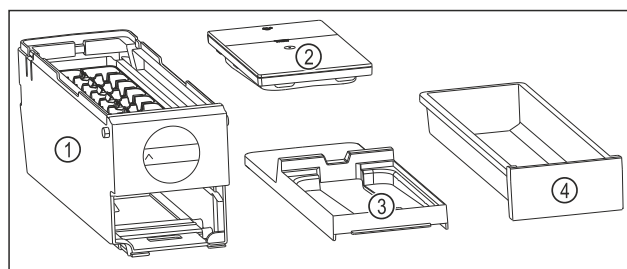

Fig. 150 EasyTwist-Ice 的组成部分
- ▷ EasyTwist-Ice 已被拆解为四部分。(参见 Fig. 150)
- 仅将 EasyTwist-Ice 拆解成所示的组成部分。(参见 Fig. 150)
- 将 EasyTwist-Ice 机身 Fig. 150 (1) 作为整体进行清洁。